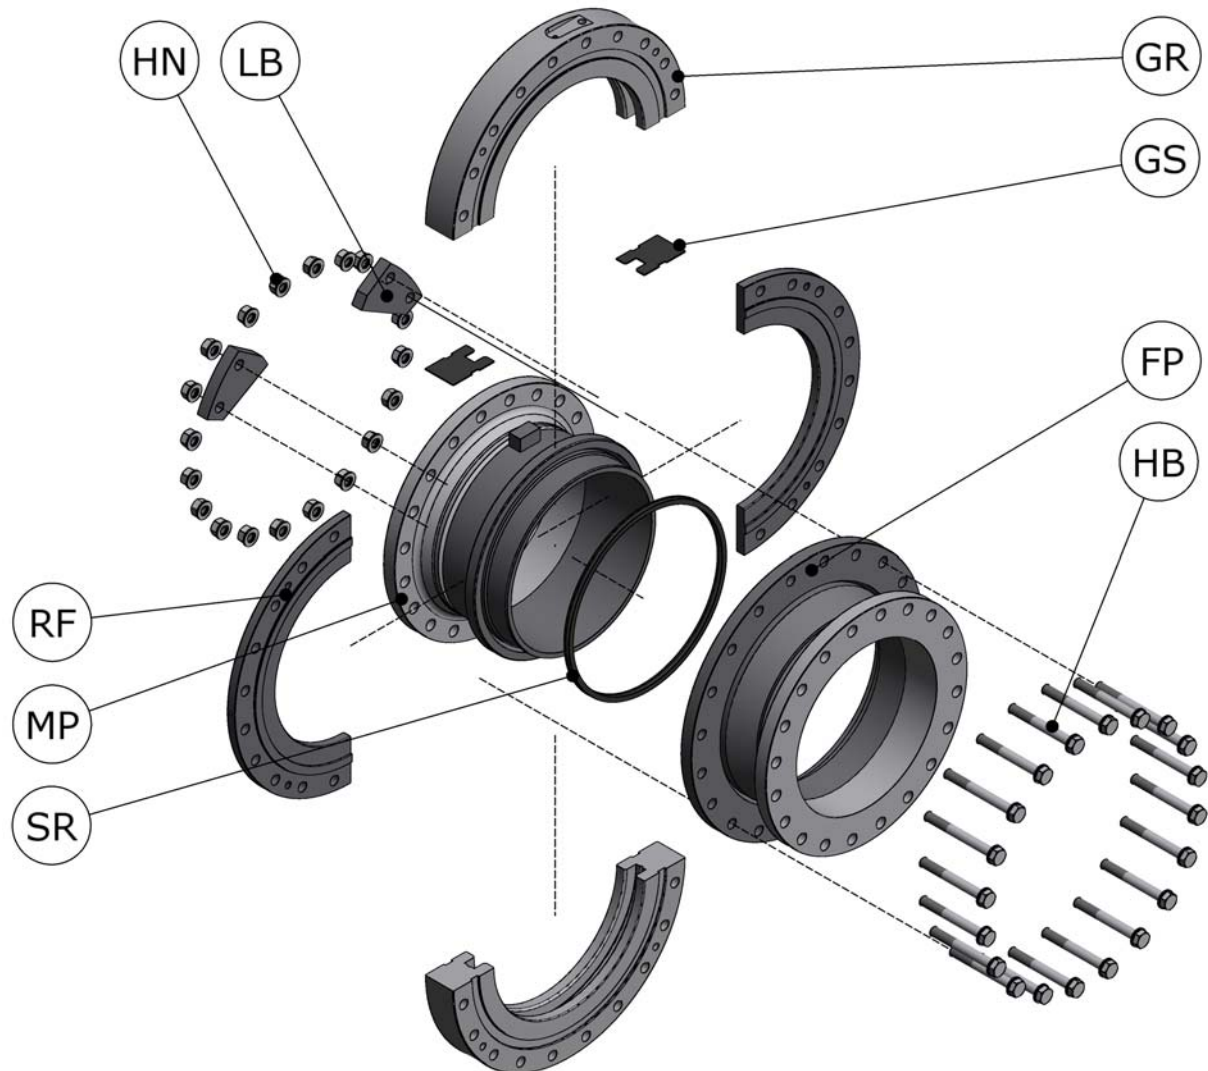

Figure 26 Démontage du joint tournant
5. Levez le joint tournant et placez-le à la verticale sur une surface plane en le posant sur sa bride, qui fait partie de la section de tuyau femelle (FP, voir la Figure 26).
1. Contrôlez l'état de l'anneau d'étanchéité (SR, voir la Figure 26). Remplacez-le si nécessaire.
2. Contrôlez l'état de l'anneau de guidage (GR). Remplacez-le si nécessaire.
3. Contrôlez l'état de la section de tuyau mâle (MP). Remplacez-la si nécessaire.
4. Placez l'anneau d'étanchéité (SR) dans la section de tuyau femelle (FP).